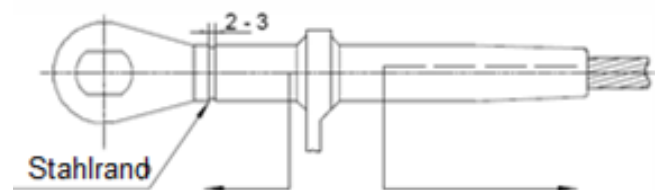

Bild 7
12. Schieben Sie das Aluminiumrohr der Pressabspannklemme zurück bis zu einem Abstand zwischen Hülse und Stahlrand von ca. 2 - 3 mm. (Bild 7)
13. Richten Sie Gabel- oder Öse-Verbindung nach der Stromschlaufenlasche aus. (Bild 7)
14. Pressen Sie das Aluminiumrohr der Pressabspannklemme mit dem auf der Zeichnung angegebenen Werkzeug zusammen. Der Abschnitt zwischen der Gabel- oder Laschenverbindung und der Stromzunge muss kontinuierlich und überlappend, wie auf der Hülse markiert, zusammengedrückt werden. Der Bereich zwischen der Stromzunge und dem Leiter muss in der Reihenfolge der Druckmarkierungen auf dem Aluminiumrohr zusammengedrückt werden, beginnend an der Zunge und in Richtung des Rohrendes (Bild 7). Siehe Nr. 29 zur Überprüfung der Krimpung.